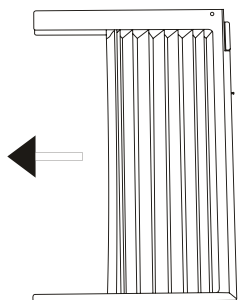

Fig.1
Votre climatiseur est conçu pour être installé dans une fenêtre standard double avec une ouverture de 23 à 36 pouces (584 mm-914mm) (Fig. 1)
A. Tenir le panneau de côté d'une main et tirer doucement le centre Fig.1